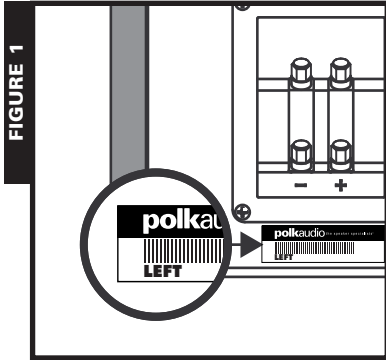
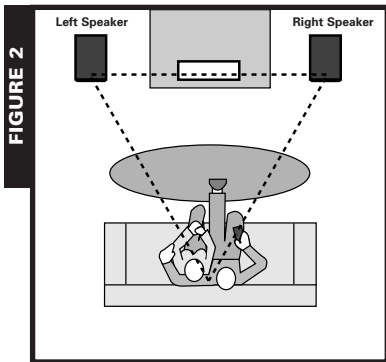

FIGURE 1
FIGURE 2
One LSi/Floorstanding speaker is the "left" channel speaker, and the other is the "right" channel speaker. The serial number label identifies which speaker is which [figure 1]. The "left" speaker should be placed on the left side of the room as you face the front of the room. To get the most realistic stereo image and lifelike sound, place the speakers so that an equilateral triangle is created between the speakers and your favorite listening position [figure 2]. Your LSi Series Loudspeakers are magnetically shielded for safe placement near your TV or video monitor. If you notice video distortion or discoloration, immediately move the speakers away from the TV and call Polk Audio Customer Service Monday – Friday, 9:00 AM – 6:00 PM Eastern Time, (800) 377-7655 (USA and Canada) or email polkcs@polkaudio.com. If your room arrangement forces you to place the speakers farther apart than the distance from which you are listening, angle the speakers toward the middle in order to support a more solid center image. Rubber feet and adjustable carpet spikes are included to provide stability on any type of floor. To install them, lay the speaker carefully on its side and screw in the spikes as far as they will go into the threaded inserts in the base of the speaker. For wood or tile floors, slip a rubber foot over each spike. For carpeted floors, use bare spikes [figure 3]. You will achieve optimum performance when the speaker is level and stable in all directions.
L'enceinte colonne LSi « droite » est différente de l'enceinte « gauche ». Les étiquettes du numéro de série des enceintes identifient la « droite » et la « gauche » [fig. 1]. L'enceinte « gauche » doit être placée à la gauche de votre position d'écoute et la « droite » à droite. Pour obtenir l'image stéréophonique la plus réaliste, placez les enceintes de façon à créer un triangle équilatéral entre les deux enceintes et votre position d'écoute préférée [fig. 2]. Les enceintes de la Série LSi sont blindées magnétiquement et peuvent donc être installées proche d'un téléviseur ou d'un moniteur vidéo en toute sécurité. Cependant, si vous voyez de la distorsion vidéo ou une décoloration dans l'écran, éloignez immédiatement l'enceinte du téléviseur et contactez le service à la clientèle de Polk Audio, du lundi au vendredi, de 09h00 à 18h00 HE, en signalant le (800) 377-7655 (É.U. et Canada) ou par courriel: polkcs@polkaudio.com. Si l'aménagement de votre pièce vous oblige à placer les enceintes à une distance plus grande entre elles que leur distance de votre position d'écoute, orientez les enceintes vers votre position d'écoute afin d'obtenir une image centrale mieux définie. Des picots à tapis et des pieds de caoutchouc sont fournis pour assurer la stabilité de l'enceinte sur toute surface de plancher. Pour les installer, couchez délicatement l'enceinte et visez complètement les picots dans les douilles taraudées situées à la base de l'enceinte. Pour les planchers avec tapis, utilisez les picots tels quels [fig. 3]. Pour les planchers de bois ou de tuile, glissez un pied de caoutchouc sur chaque picot. Vous obtiendrez le meilleur rendement de vos enceintes lorsqu'elles sont stables et de niveau.